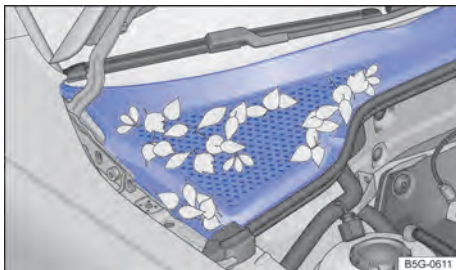

Fig. 252 Entre o compartimento do motor e o para-brisa: caixa de água (representação esquemática).
Caixa d'água, compartimento do motor: remover folhagens e outros objetos soltos com um aspirador ou com a mão → Fig. 252 → ①. A limpeza do compartimento do motor deve ser sempre realizada por uma Concessionária Volkswagen ou por uma empresa especializada → ▲.